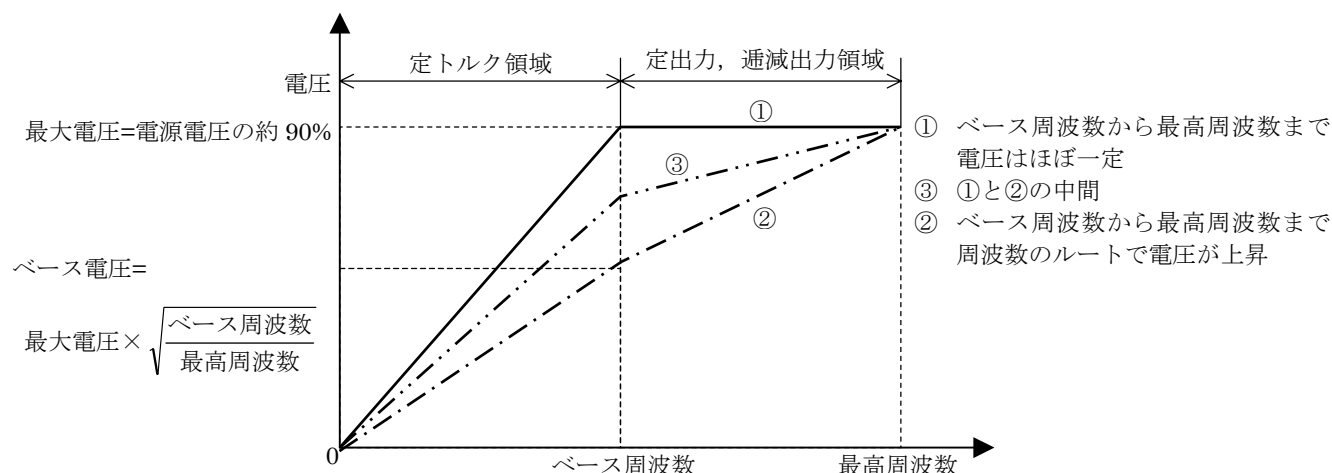

図3 V/f 特性例
高速（高周波）時のモータ内部磁束を確保する為に、図 3 の②のように基底速度時の電圧を下げ、そこから速度のルートで電圧を上昇させるような設計を行うとモータを小さく出来ます。その代り、前述(1)の電圧からさらに基底速度時の電圧に逆比例でモータ定格電流が大きくなり、大きな容量のインバータが必要となります。
①のように、基底から最高速度まで電圧一定で設計すると、インバータをさほど大きくする必要はありませんが、モータの停動（ピーク）トルクを大きくして高速時のトルクの低下を補う為、モータ枠が大きくなることがあります。